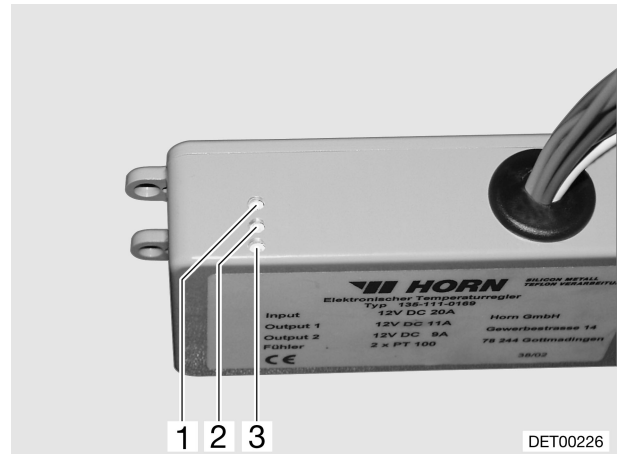

Bild 134 Regelgerät
Das Regelgerät (Bild 134) ist unter dem Kleiderschrank eingebaut. Die Kontroll-Leuchten auf dem Regelgerät haben folgende Bedeutung:
- Kontroll-Leuchte (Bild 134,2) leuchtet grün: Regelung in Betrieb.
- Kontroll-Leuchte (Bild 134,1) leuchtet rot: Abwassertank wird beheizt.
- Kontroll-Leuchte (Bild 134,3) leuchtet rot: Abwasserleitungen werden beheizt.